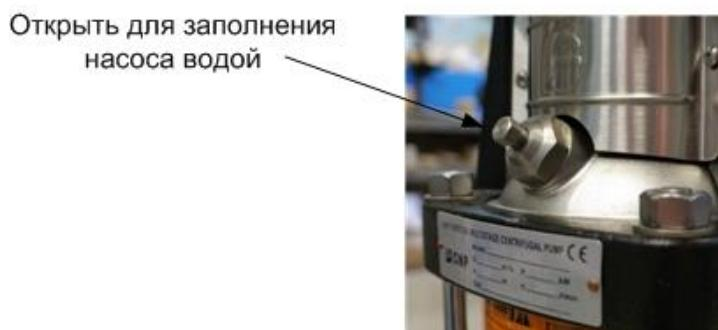

Рис. 6 Пробка на насосе для выпуска воздуха.
- отвернуть пробку воздухосбросника на насосе (рис.6);